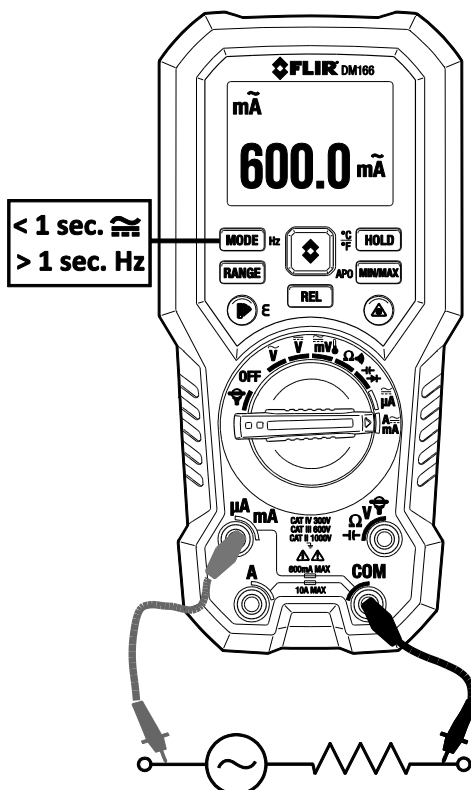

Fig. 6-9 Eksempel på strømmåling
4. Koble til probekablene i serier med komponenten eller kretsen som testes. **Fig. 6-9** viser et eksempel på et typisk oppsett.